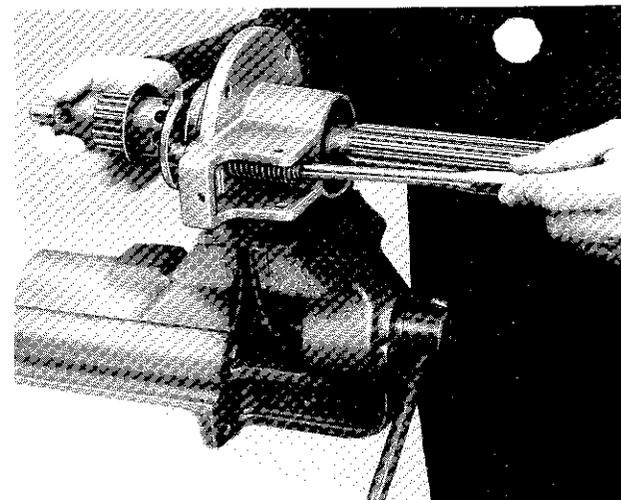

Fig. 28 - Montaggio-smontaggio dell'albero 16
- scomporre il supporto laterale tenendo sbloccato il semiasse per estrarre l'albero 16 (vedi fig. 28) e sfilando poi il medesimo battendo con martello in plastica dal lato ruota (raccogliere le sfere 15 e la bussola innesto 7);
— fissare alla morsa un supporto laterale, precedentemente composto e, tenendo sbloccato il semiasse, inserire l'albero 16 precedentemente composto (vedi fig. 28), quindi infilare la corona 18 e l'altra ralla 17 (40 × 60-1) del tipo AS;